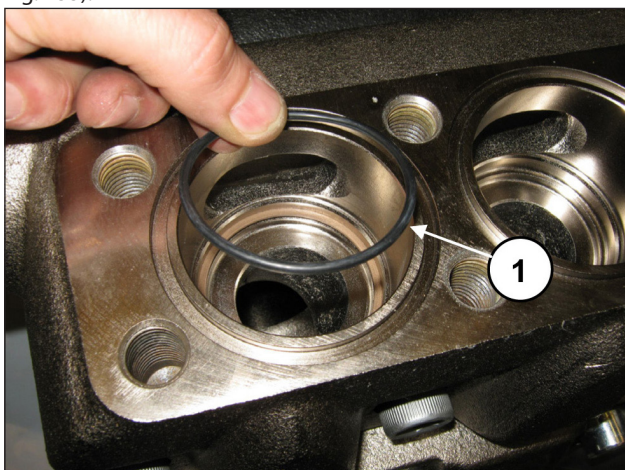

Fig. 155
Insira o anelo circular, pos. de explosão nº. 24 (pos. ①, Fig. 155).